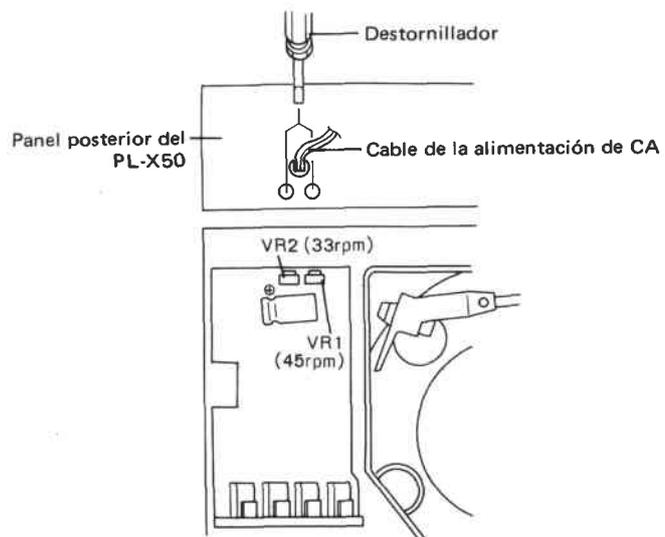

Fig. 12-5 Ajuste de la velocidad del motor del giradiscos
2. Ajustar el VR de ajuste de la velocidad, de la parte posterior del aparato. Al ajustar este VR, si hay contacto entre la cubierta y el VR, se afectará la velocidad de rotación. Cuando se utilice un destornillador metálico para realizar este ajuste, enropar siempre en torno al mango del destornillador y intentar no hacer contacto con la cubierta (Fig. 12-5).